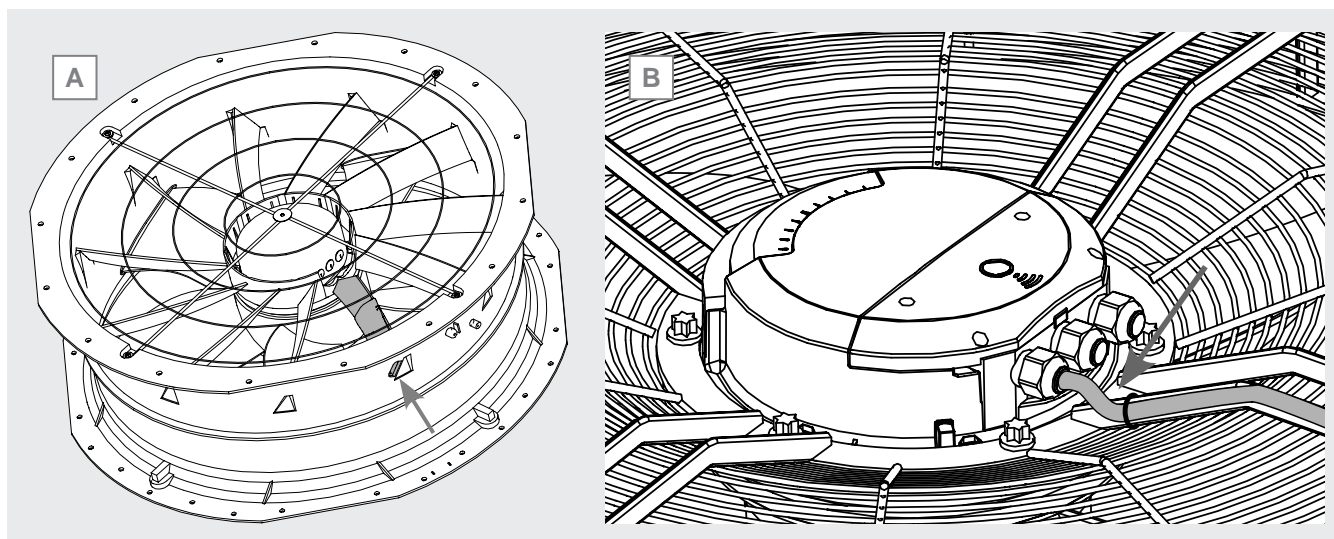

Figura 38
- 12.20.18 Fije el cable de alimentación con abrazaderas eléctricas a la rejilla (motoventilador radial o planar) o a la guía de cables (motoventilador con cubierta del ventilador integrada). Véase la Figura 38 A.
- 12.20.19 El cable que entra en el prensaestopas de la caja eléctrica debe fijarse de manera que forme una U. Véase la Figura 38 B.